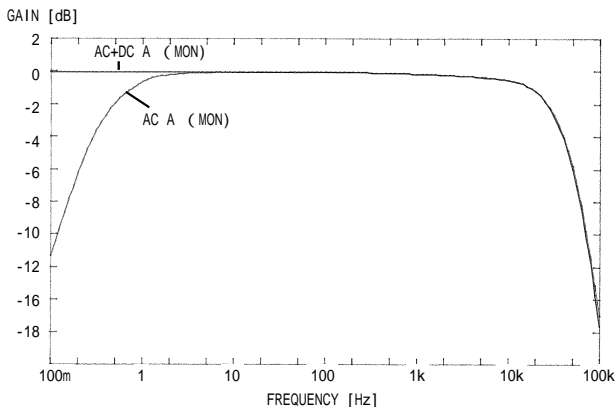

図1 電流出力周波数特性
- ・ 測定の応答速度は、フルスケール (f.s.) 入力時に、立上り (0% ~ 90%) は約 250 ms、立下り (100% ~ 10%) は約 500 ms です。(2.2.5 の図 1, 2 参照)
- ・測定の応答速度は、フルスケール(f.s.)入力時に、立上り(0%~90%)は約250ms、立下り(100%~10%)は約500msです。(2.2.5の図1,2参照)
- ・測定の応答速度は、フルスケール (f.s.) 入力時に、立上り (0% ~ 90%) は約 250 ms、立下り (100% ~ 10%) は約 500 ms です。(2.2.5 の図 1, 2 参照)
- ・測定の応答速度は、フルスケール (f.s.) 入力時に、立上り (0% 90%) は約 250 ms、立下り (100% 10%) は約 500 ms です。(2.2.5 の図 1, 2 参照)